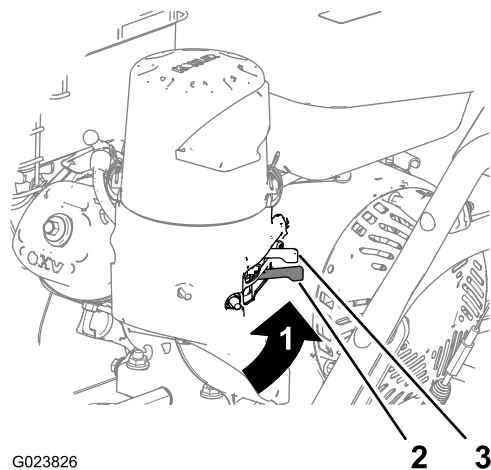

Figura 9
Mueva la válvula de cierre del combustible, situada debajo del estárter, a la derecha para dejar pasar el combustible (Figura 9).
- En el lado izquierdo trasero del motor, mueva la palanca del estérter hacia la izquierda a la posición de ACTIVADO. Si el motor está caliente, deje el estérter en la posición de DESACTIVADO (Figura 9).
- Deje que el motor se caliente durante varios minutos, luego mueva el estérter hacia la posición de DESACTIVADO (Figura 9).
- Utilice la válvula de cierre del combustible para cerrar el paso del combustible cuando no se va a utilizar la máquina durante unos días, antes de aparcar la máquina dentro de un edificio, o durante el transporte a y desde la obra (Figura 9).